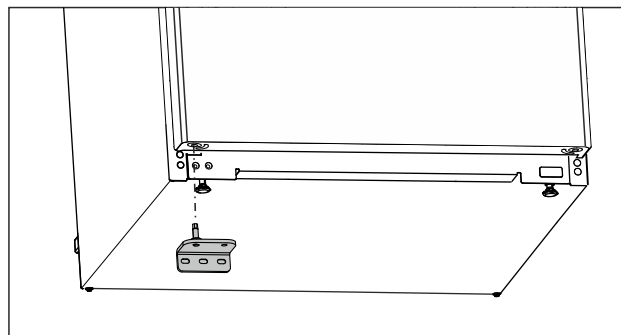

Fig. 16
- ▶ Vložte spodní stojan ložiska na opačné straně. (viz Fig. 16)